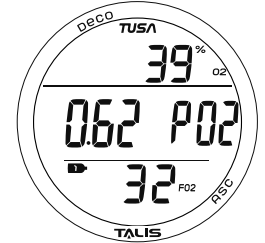

Abb. 59 - NULLZEIT-ALT 2
**NORM-Nullzeit-ALT-2-Display**, (nur bei Nitrox) Informationen beinhalten (Abb. 59):